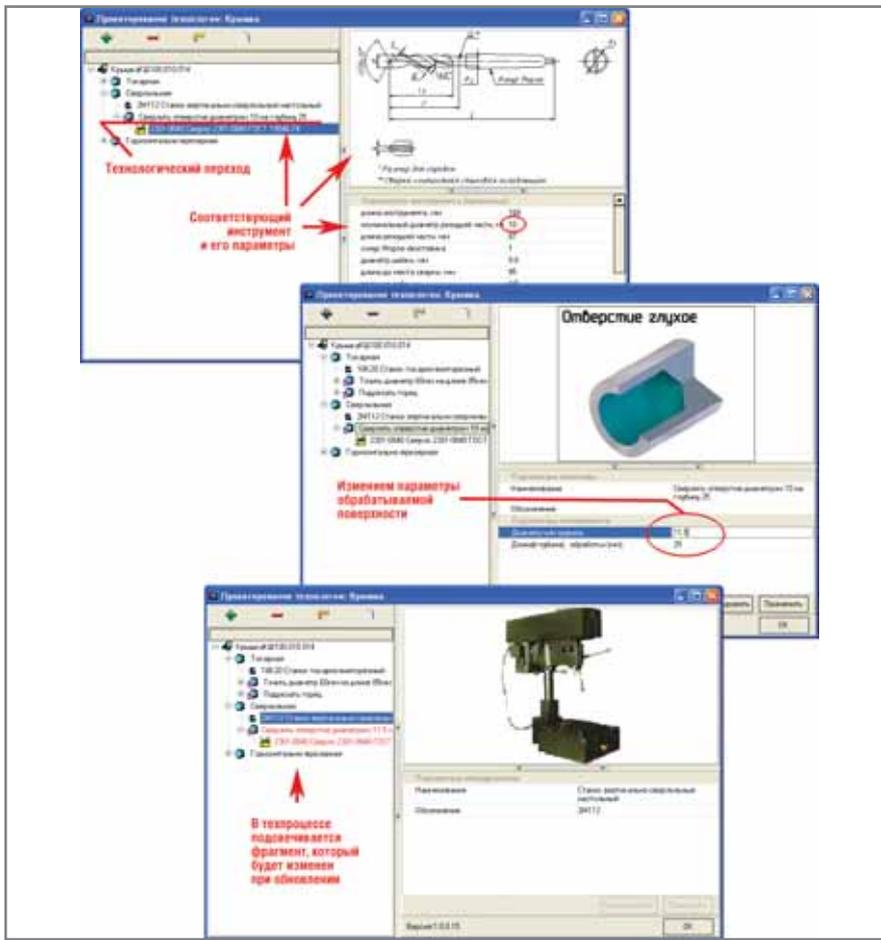
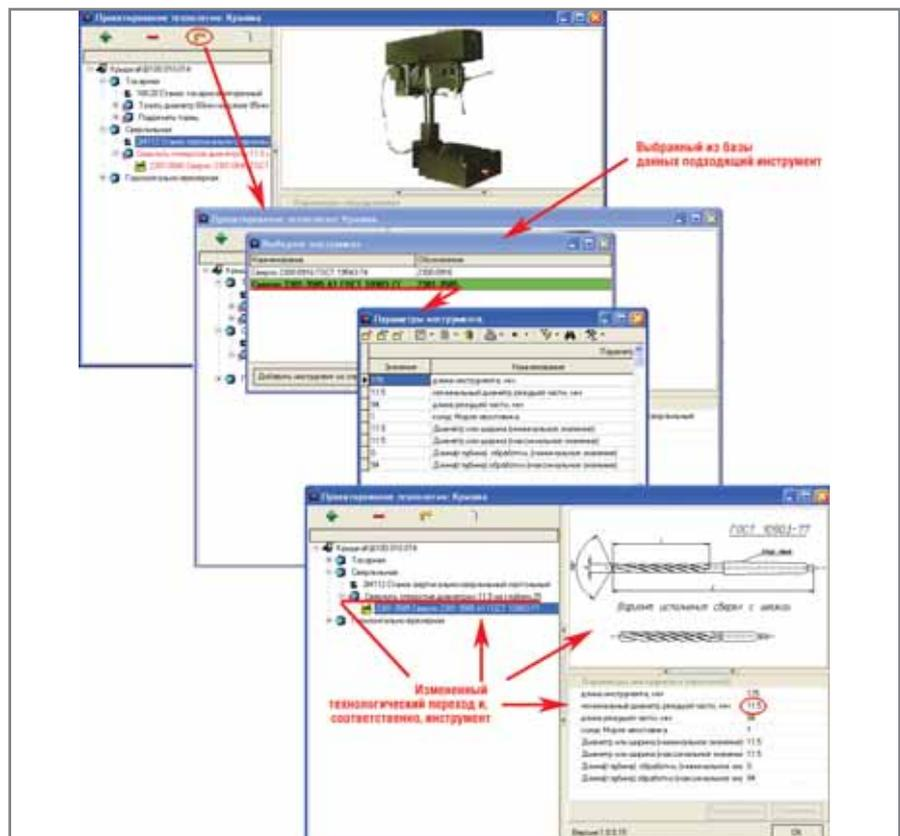

Рис. 8. Изменение параметров обрабатываемой поверхности в электронном техпроцессе (диаметр отверстия)
Рис. 9. Измененный технологический переход и инструмент в соответствии с новым диаметром отверстия
или при использовании его как аналога в процессе разработки новой технологии. Если в разработанном техпроцессе выбрать конкретный переход (как показано на рис. 8), то в правой части экрана отобразятся обрабатываемая поверхность и ее параметры.
При изменении параметров поверхности соответствующий переход подсвечивается в дереве техпроцесса красным цветом (рис. 8). По нажатию кнопки *Обновить* (рис. 9) не только изменяется текст перехода, но и производится подбор инструмента в соответствии с новыми параметрами обрабатываемой поверхности.
Во многих случаях (включая показанный на рисунке) при подборе инструмента может быть предложено сразу несколько подходящих вариантов. Чтобы получить более детальную информацию о том или ином инструменте, достаточно дважды щелкнуть на нем мышью (рис. 9).
ходящий — для справки можно просмотреть параметры выбранного инструмента (рис. 9). Если системе не удалось подобрать ни одного подходящего инструмента (что может означать как отсутствие такового в базе данных, так и то, что БД еще недостаточно настроена), пользователь может попытаться выбрать инструмент из справочника вручную.
- Если при разработке нового техпроцесса на основе ранее спроектированного аналога вы откорректируете параметры обрабатываемых поверхностей (рис. 8), будут не только изменены тексты технологических переходов, но и повторно проведен подбор инструмента в соответствии с измененными параметрами (рис. 9). Точно так же, применяя штатные функции режима редактирования электронного ТП в TechnologiCS, вы можете и просто редактировать техпроцесс, разработанный с использованием модуля "Проектирование обработки".